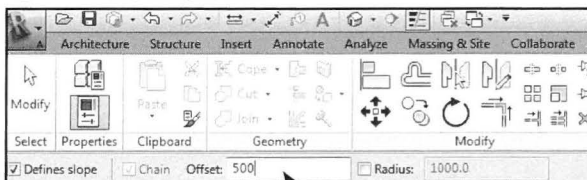

Fig. 09.06. Indstil evt. udhængets størrelse inden optegning.
- Skriv udhængets størrelse ved *Offset* (Fig. 09.06).